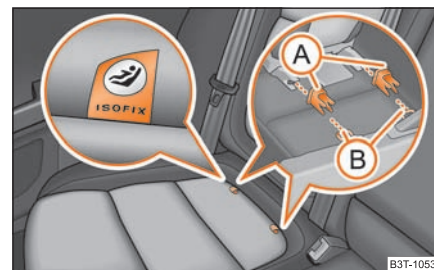

Fig. 187 Inelele de prindere (sistemul ISOFIX)
scaunului pentru copii cu sistem „ISOFIX”. Pe scaunele pe care inelele de fixare nu sunt vizibile, pozițiile inelelor sunt marcate cu plăcuțe cu inscripția „ISOFIX” ⇒ fig. 187.
- Elementul de prindere (A) se introduce în inelele (B) existente la baza îmbinării spătarului scaunului cu perna ⇒ pagina 187, fig. 187.